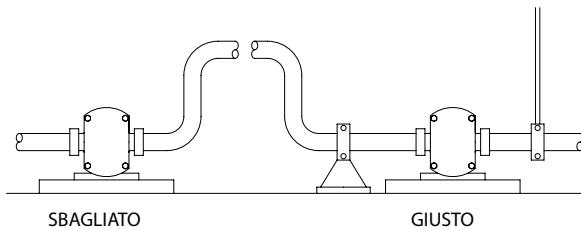

Fig. 2.3.1
Installazione, funzionamento o manutenzione errata del dispositivo possono causare infortuni personali e/o danni seri al dispositivo e invalideranno la garanzia. Assicurarsi che le tubazioni siano ben supportate in quanto la pompa non è intesa a ciò. Si ricordi che i tubi riempiti con il liquido sono molto pesanti. Si veda la Fig. 2.3.1 per la disposizione della tubazione raccomandata.
- !** Non utilizzare la pompa se la copertura anteriore e/o il tubo di aspirazione/scarico non sono in posizione. Assicurarsi che siano installati correttamente, si veda la Fig. 2.3.1. Ugualmente, non utilizzare mai la pompa se altre protezioni come protezioni albero e giunto sono mancanti o installate in modo errato.
- Assicurarsi che tutte le tubazioni siano ben supportate. Non utilizzare la pompa per supportare le tubazioni. Si veda la Fig. 2.3.1.